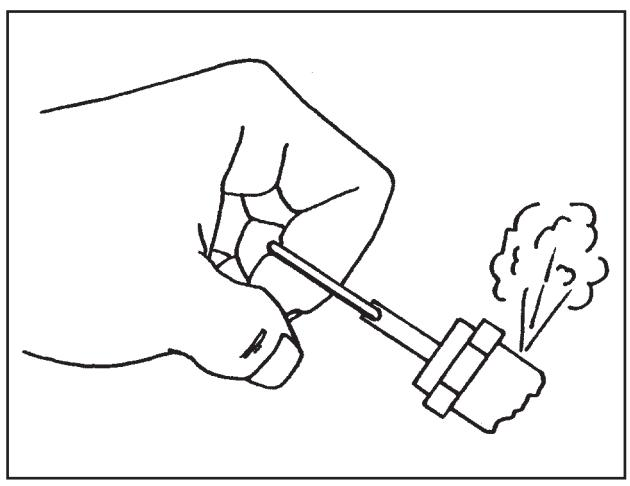

Fig. 3-4 Revisión de las válvulas de alivio de presión y alivio de la presión del sistema
- Paso 2)** Los tanques expuestos a temperaturas de congelamiento pueden contener hielo. Almacene el compresor en un área climatizada antes de intentar drenar la humedad de los tanques. Para reducir la presión de aire del tanque a 2,1 barias, tire del anillo de la válvula de alivio de presión (consulte la **Fig. 3-4, Revisión de las válvulas de alivio de presión y alivio de la presión del sistema**).